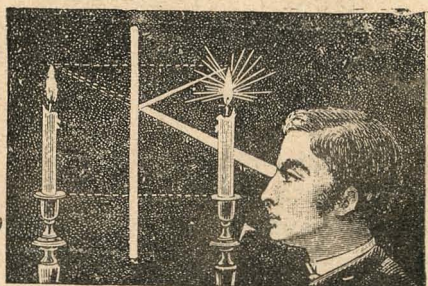

Fig. 118.—Imagen vista en un espejo plano.
3. **Espejos planos.**—Cuando se mira en un espejo plano, (fig. 118) la luz de un punto luminoso  $A$  parece llegar de un punto  $A'$ , simétrico de  $A$  con respecto al espejo. Se cree, pues, ver *detrás del espejo* los objetos luminosos que están colocados adelante. La imagen dada por un espejo plano es *recta, igual al objeto y simétrica* con él, con relación al plano del espejo.